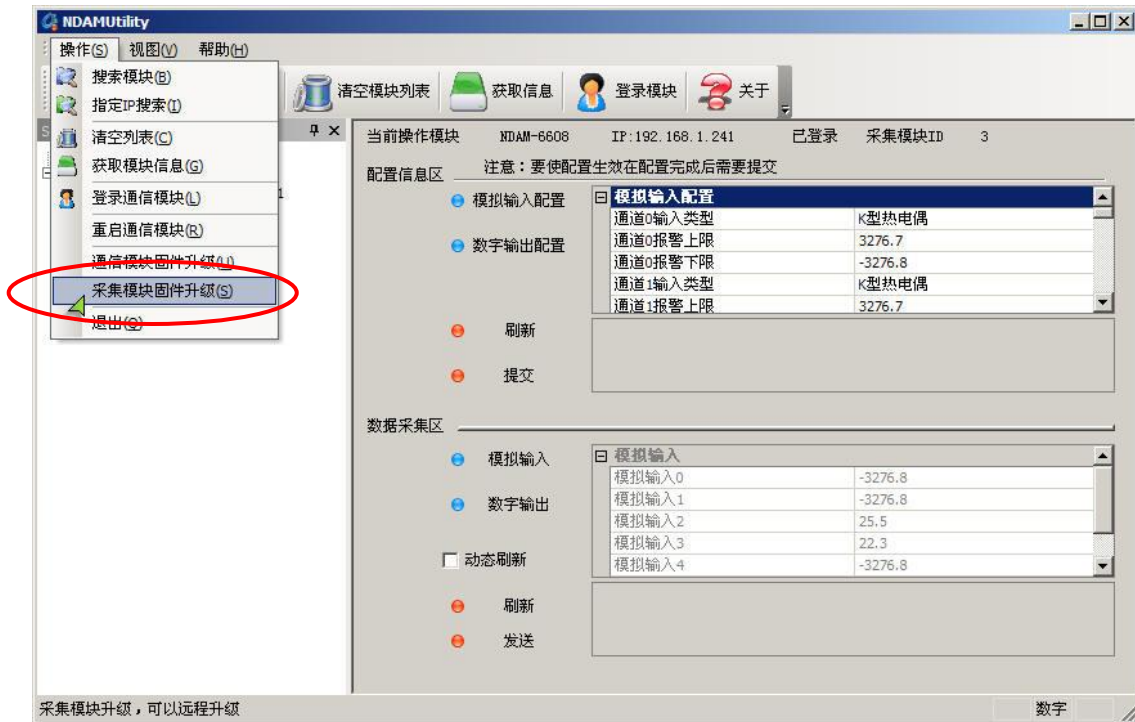

图 4.9 软件方式固件升级
- 1) 在模块工作模式下点击配置软件的“操作”菜单，选择“采集模块固件升级”选项，如图 4.9 所示；